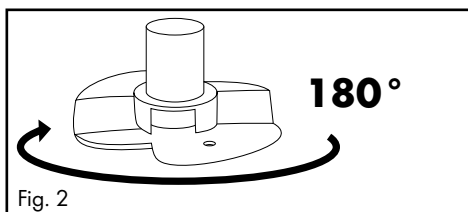
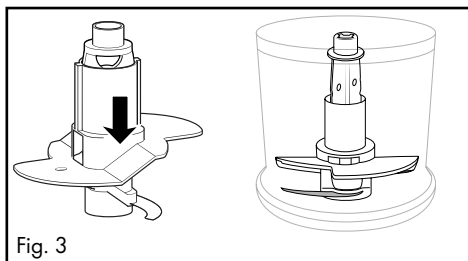

Fig. 2
Fig. 3
- Para 200 ml de natas, rode o disco para emulsionar **10** 180° na horizontal (fig. 2), de modo que assente e encaixe apenas numa lâmina **7** (fig. 3). Este roda, então, mais acima nas natas: